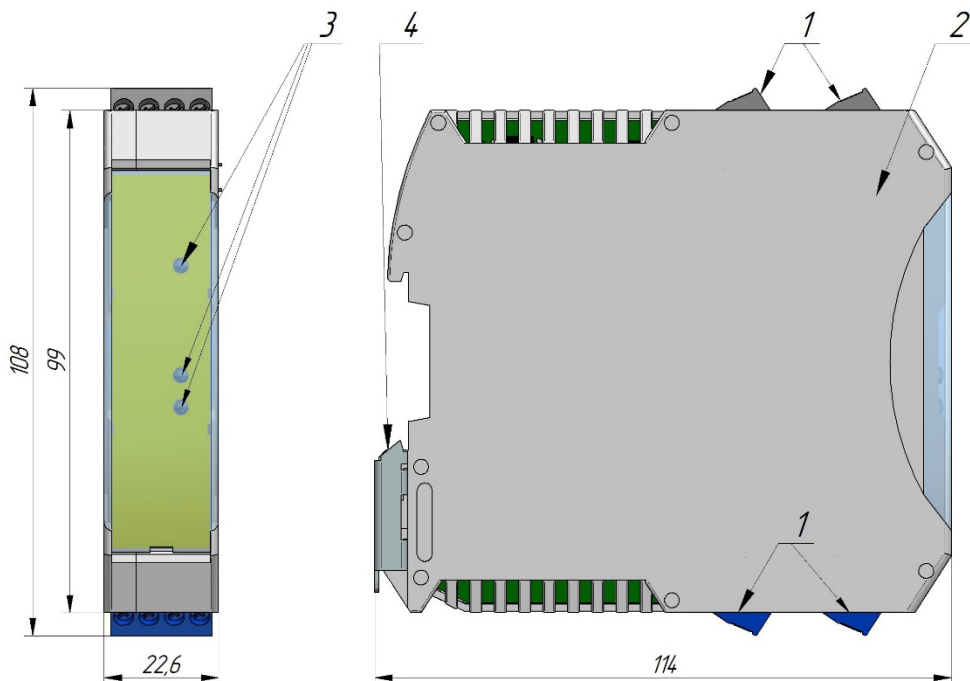

Рисунок 1 – Внешний вид и габаритные размеры РБ1
3.10 Внешний вид и габариты реле безопасности РБ1 представлены на рис. 1. Реле безопасности состоит из корпуса (2), замка для крепления на DIN-рейку (4), клемм «под винт» (1) для подключения питания, входных устройств и нагрузки. На передней панели размещены индикаторы (3) питания, состояния выходных контактов.